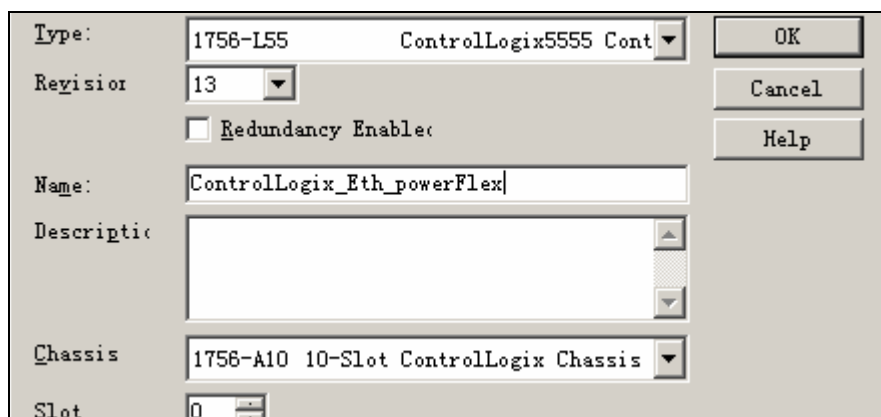

图 4-76 新建控制器项目
6. 选择 *File->New* 或单击  按钮, 创建一个新的项目, 并在弹出的新建控制器项目对话框中设置如图 4-76 所示的参数。